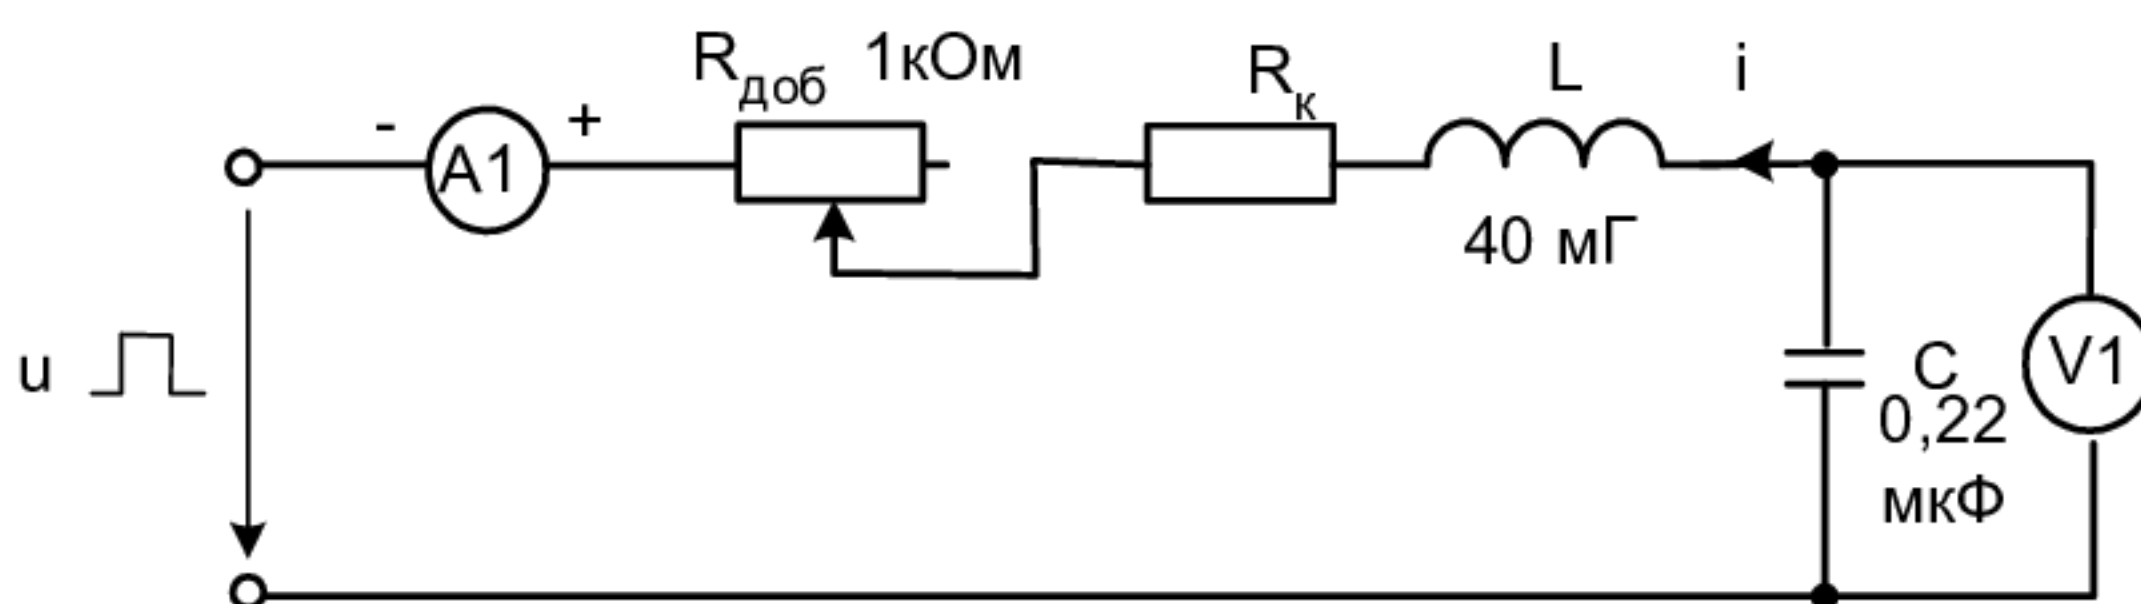

Рисунок 7.3 – Принципиальная электрическая схема
2. Измерьте омметром и запишите активное сопротивление катушки индуктивности, указанной на схеме (рис.7.3):
4. Соберите цепь согласно схеме (рис.7.3), включив в неё в качестве измерительных приборов соответствующие гнезда коннектора, выведите подстроечный резистор $R_{доб}$ на ноль и установите на источнике напряжения однополярные прямоугольные импульсы частотой 200 Гц и максимальной амплитуды.